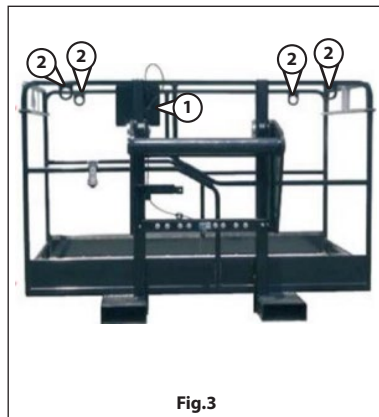

Fig.3
## Targhe identificative sul cestello (Vedi Fig. 3)
Questo adesivo mostra dove la cintura di sicurezza deve essere agganciata e specifica il numero di operatori che sono autorizzati ad agganciarsi. (Vedi Fig. 3) :
## Identification plates on platform (See Fig. 3)
**Safety hook-up (See Fig. 4)** This sticker shows where the safety belt must be connected and specifies the number of operators who are permitted to hook up to the device. (See Fig. 3) :
## Identifikasjonsskilt på kurven (Se Fig. 3)
**Sikkerhetssele (Se Fig. 4)** Dette klebe-merket viser hvor sikkerhetsbeltet skal festes og spesifiserer tillatt antall operatører som kan feste seg der. (se Fig. 3) :